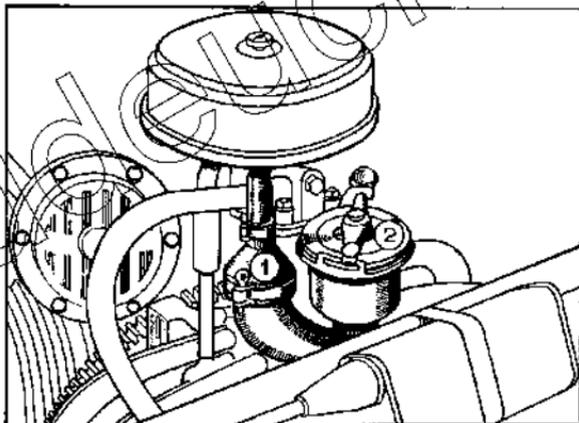

Fig. 18. — REMPLIARD D'HUILE (1) (clapet à l'intérieur)
- b) faites vérifier le clapet du reniflard (fig. 18, page 27) par un Agent Citroën.